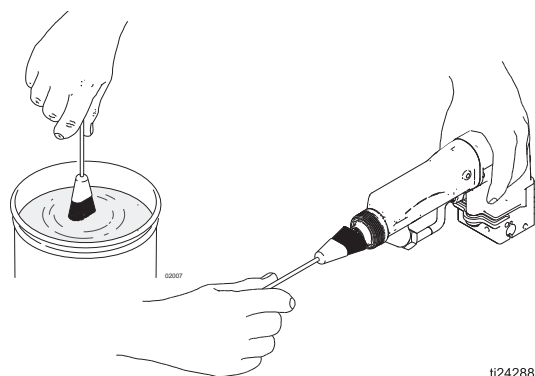

FIG. 17 Nettoyage de la partie avant du pistolet
- Retirez la bague de fixation (24); le capuchon d'air/garde-buse (25), la buse de pulvérisation (3) et le capotage du pistolet (26). Consultez la page 39.
- Plongez l'extrémité de la brosse douce dans un solvant compatible. Nettoyez l'avant du pistolet avec la brosse. Évitez de faire pénétrer du solvant dans les passages d'air. À chaque fois que cela est possible, pointez le pistolet vers le bas pendant le nettoyage. Consultez la FIGURE 17